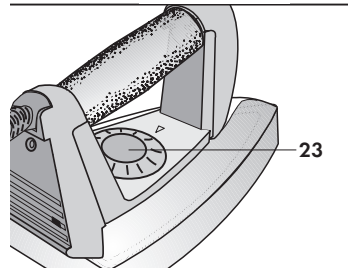

Fig. 21
- Girar el selector de temperatura (23) de la plancha, hasta la posición deseada para ajustar la temperatura de la suela al tejido por planchar (Fig. 21).